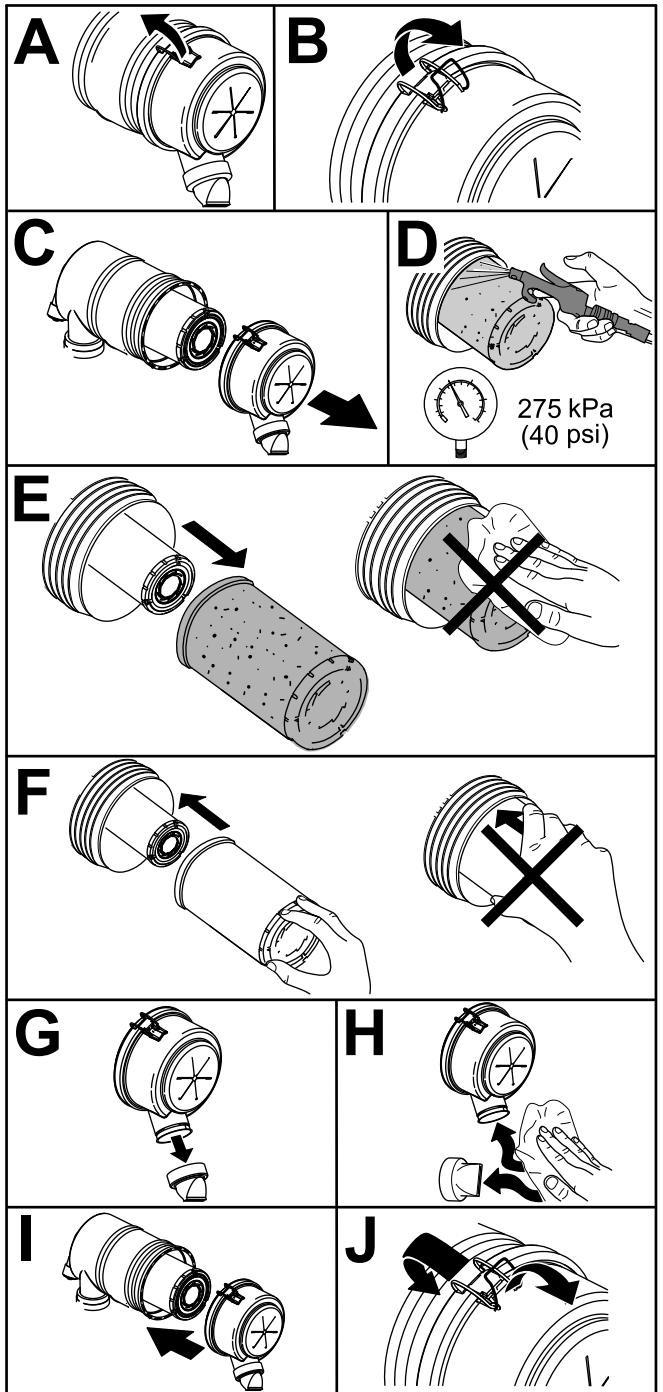

Figure 57
1. Remplacez l'élément filtrant (Figure 57).